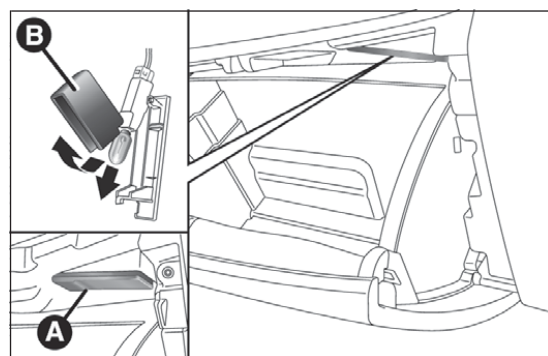

Abb. 200
- Das Ablagefach öffnen und die Deckenlampe A Abb. 200 ausbauen;